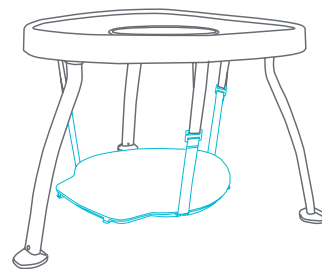

Fig. 3d
- Para ajustar la altura, desabroche la hebilla de ajuste y colóquela en la siguiente división de la correa (Fig. 3d).